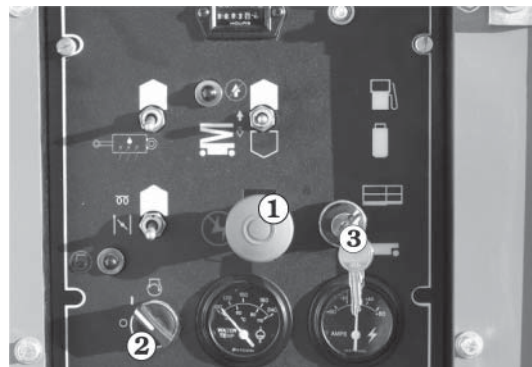

Abb. 10.6
1. Den **Notaus**-Schalter ① nach unten (Aus-Stellung) drücken und den **Haupttrennschalter** ② ausschalten und den Schlüssel ③ herausziehen (siehe Abb. 10.6).